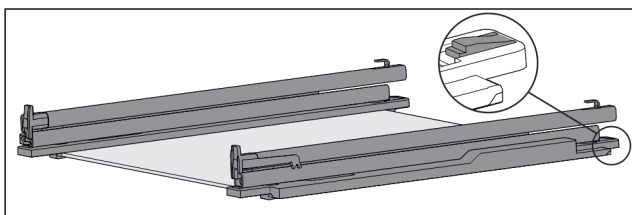

Fig. 95 Skleněná deska s kolejičkami a přídržnými díly
- ▶ Přídržný díl vzadu stlačte dolů (viz Fig. 95) a současně zasuněte kolejničku dozadu.